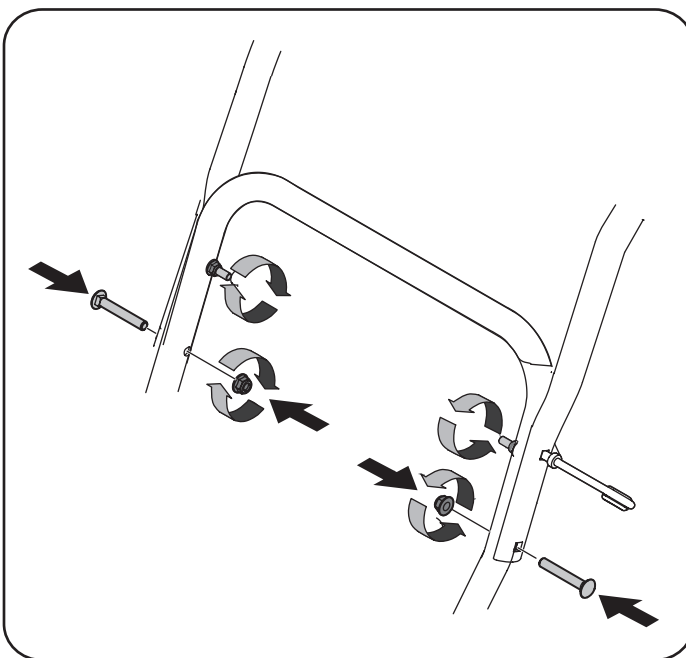

Figura 3
- d. Coloque los dos tornillos del carro y las tuercas de retirados en el paso a. Terminar de asegurar el mango apretando las dos primeras tuercas de fijación aflojados en el Paso a. Retire y descarte todos las bandas de plástico, si Las hubiera. Vea la Figura 3. Únicamente se utilizan para el empaque.